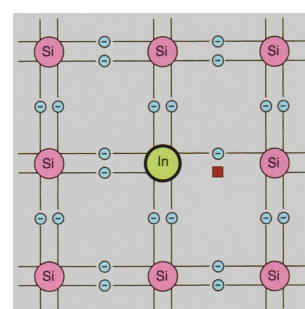

Abb. 4: P-leitend
Fügt man dem Silizium Fremdatome mit 3 Valenzelektronen hinzu, z. Bsp. Bor (B), Aluminium (Al) oder Indium (In), so entstehen Störstellen. Diese Elektronenlöcher können durch freie Elektronen aufgefüllt werden und es entsteht an einem anderen Ort ein Loch. Hier spricht man von einem **P-Leitenden** Halbleiter (Abb. 4). Wird 1 Bor-Atom auf 10^5 Silizium-Atome hinzugefügt, so steigt die Leitfähigkeit um das Tausendfache!